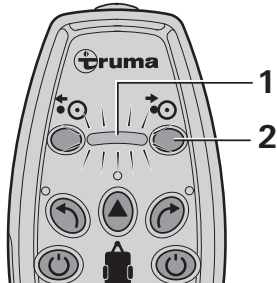

Figura 3
- Pulsar durante 5 segundos el botón (figura 3 - 2) del mando a distancia y soltarlo. El rodillo impulsor realiza presión. La indicación (figura 3 -1) parpadea durante el proceso.